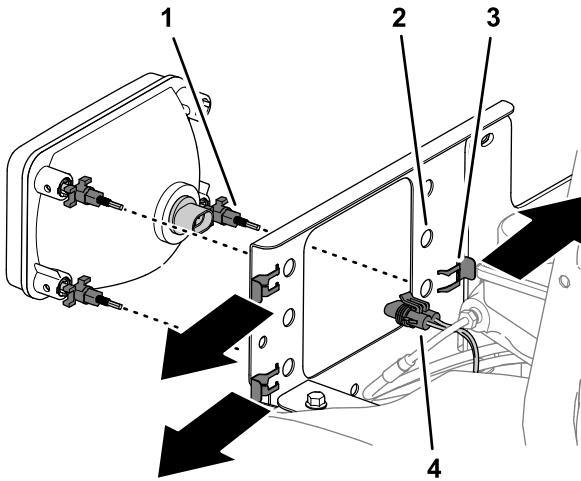

Рисунок 43
2. Снимите 3 зажима с 3 гаек регулировки фар и снимите фару с кронштейна фары (Рисунок 43).
1. Отсоедините 2-гнездовой разъем жгута проводов автомобиля от 2-штыревого разъема в задней части фары (Рисунок 43).
5. Вставьте 3 гайки регулировки фар через отверстия в кронштейне крепления фары и зафиксируйте гайки зажимами (Рисунок 43), снятыми при выполнении пункта 2.